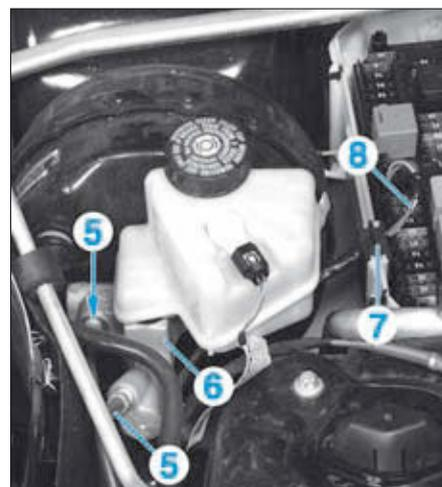

FIG. 16
- Désaccoupler les canalisations de frein (5) du maître-cylindre (6) (Fig.16).
- Dégager le manchon caoutchouc (7) et mettre le faisceau électrique (8) de côté.